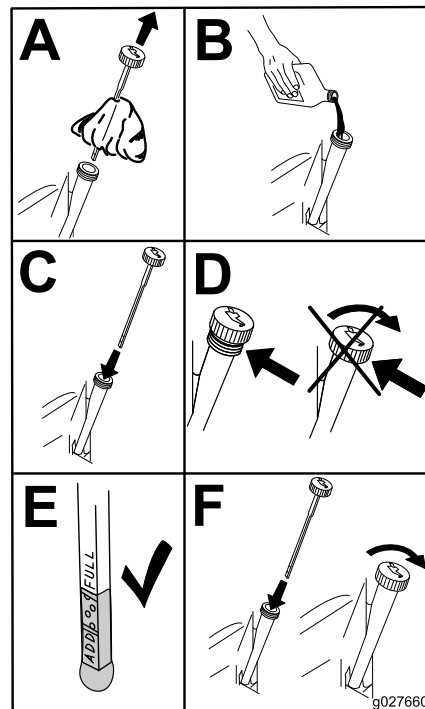

Bild 53
5. Gießen Sie langsam ungefähr 80 % der angegebenen Ölmenge in den Einfüllstutzen und füllen Sie dann vorsichtig mehr Öl ein, um den Ölstand an die **Voll**-Markierung zu bringen (Bild 53).